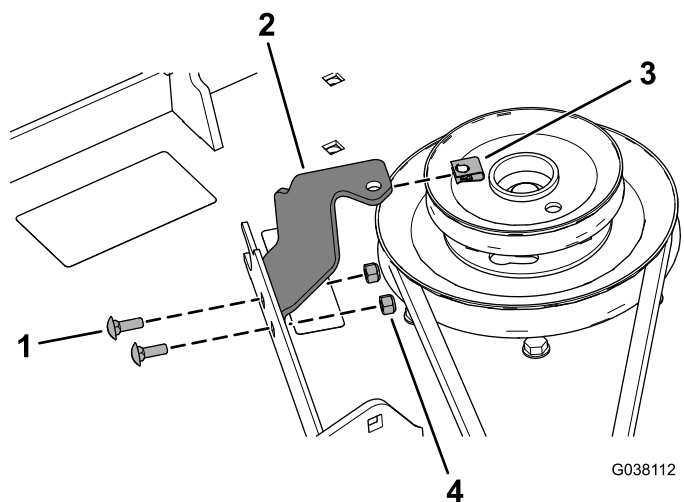

Figura 33
7. Montate la staffa del copricinghia sul piatto del tosaerba utilizzando 2 bulloni a testa tonda (1/4" x 3/4") e 2 dadi di bloccaggio (1/4") come illustrato nella Figura 33.
8. Montate la piastrina per vite autofilettante sulla staffa del copricinghia (Figura 33).